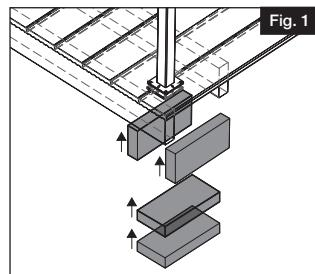
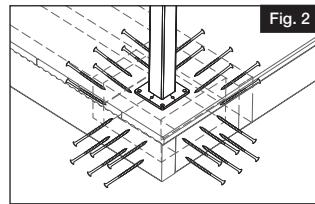

Fig. 1
Fig. 2
- b. Debajo de las ubicaciones de los postes, instale al menos dos (2) bloques de 2x8 (Fig. 1), usando al menos tres (3) tornillos para madera #10 de $3\frac{1}{2}$ " (se venden por separado) que penetren a través de las viguetas entrando al menos $1\frac{1}{2}$ " en los bloques (Fig. 2)
- Elevé la inserción inferior temporalmente para dejar espacio para sujetar el poste de acero en el concreto (Fig. 1).
- Marque los agujeros a través de la placa inferior del poste de acero en la superficie de concreto (Fig. 1).
Empuje los anclajes de mampostería (no incluidos) a través de la placa del poste y fije a la superficie de concreto (Los postes se pueden nivelar según sea necesario mediante el uso de las cuñas de vinilo suministradas.) (Fig. 2). Siga las instrucciones de instalación de los anclajes de mampostería.
Coloque la inserción de poste inferior al lado de la superficie de la plataforma (Fig. 1).
NOTA: Si va a instalar un ADA Hand Rail™ en un poste, determine el lugar de montaje y cree suficiente fijación bloqueando el poste con material de 2,54cm o compre una tercera inserción de poste e instálela en el lugar deseado (Fig. 2).